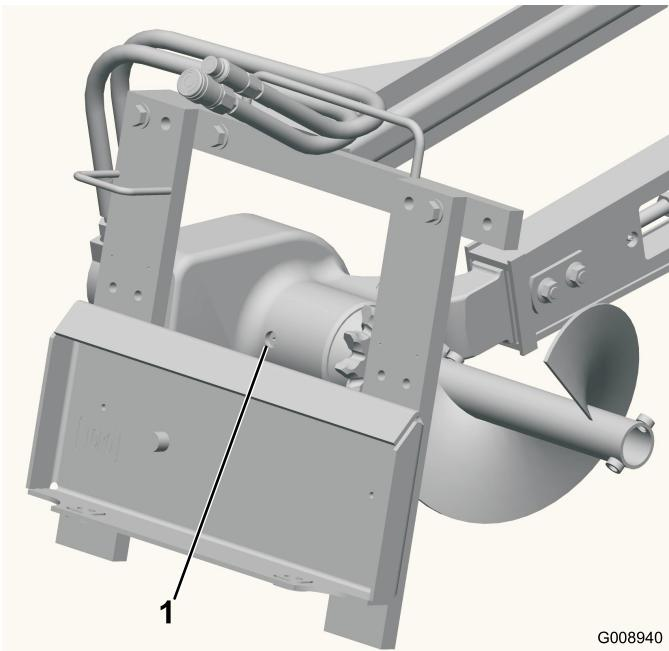

Figure 10
- Nettoyez la surface autour du bouchon de remplissage du boîtier de roulement (Figure 10).
- Retirez le bouchon de remplissage du boîtier de roulement (Figure 10).